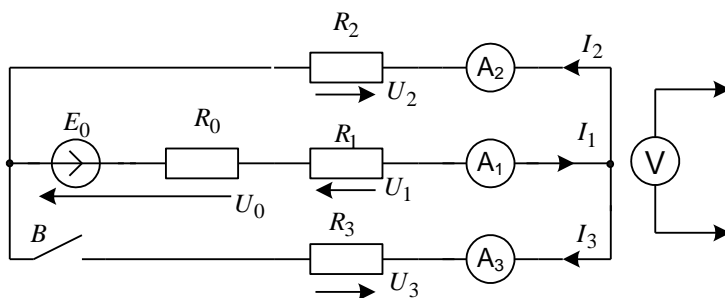

Рис. 38
2. Скласти електричне коло за схемою на рис. 38.